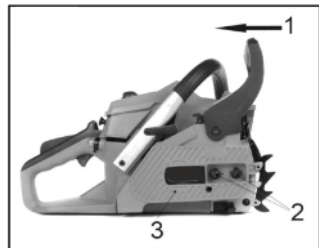

Рис. 2
Убедитесь, что рукоятка тормоза цепи (3) (Рис.1) сдвинута в положение ВЫКЛ (Рис. 2).
Отвинтите предохранительные гайки шины (2). Снимите крышку тормоза цепи (3), потянув ее вверх. (Рис. 2).